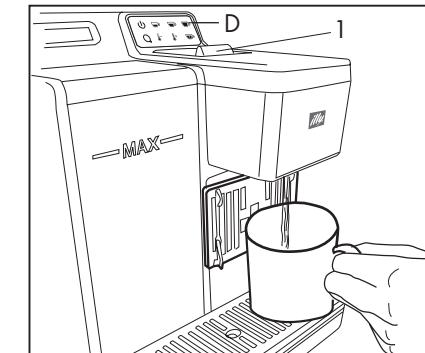

Fig. 13
- appuyer sur la touche (D). (**Fig. 13**)
le volet à capsule (1) ne doit pas être ouvert avant de lancer le cycle de lavage. (**Fig. 13**)